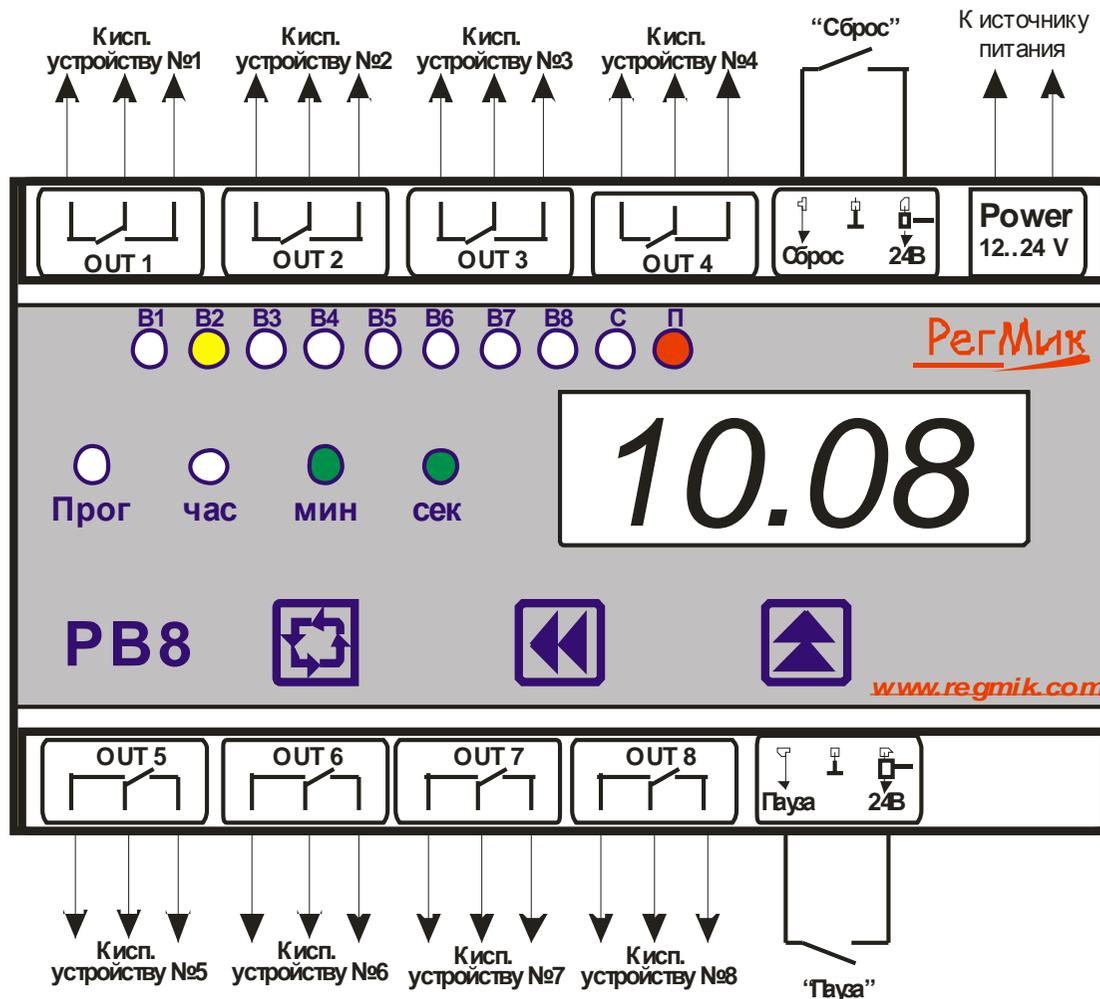

Рисунок 8.1 – Схема подключения источника питания и внешних устройств
8.3 Произведите подключение прибора с учетом расположения контактов на нижней панели прибора (см. рисунок 8.1).